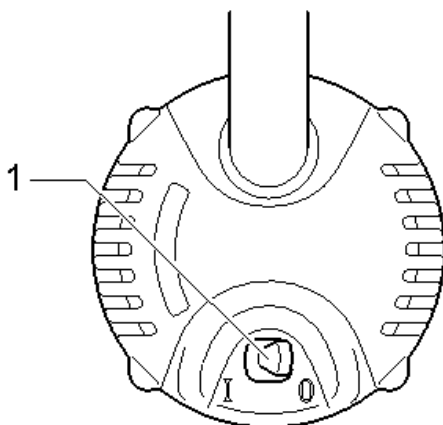

Рис.1
Для выключения устройства необходимо перевести переключатель в положение OFF (O) (рис.1)